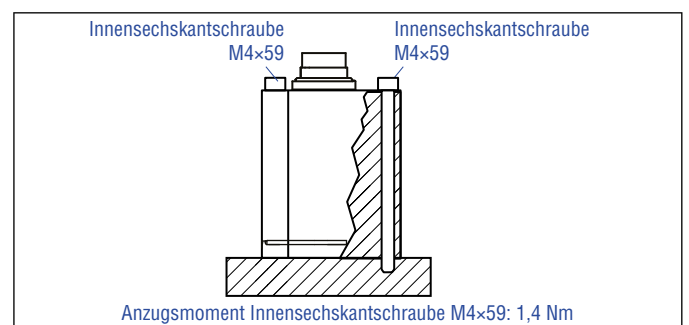

Abb. 22: Befestigung mittels Innensechskant-Schrauben M4x59
3. Montieren Sie das Sensorelektronikgehäuse über die drei Innensechskantschrauben M4x59 aus unmagnetischem Material. Anzugsmoment: 1,4 Nm (Abb. 22). Sichern Sie die Schrauben vor dem Einbau, z.B. mit Loctite 243. Entfernen Sie zuvor die drei Rändelmuttern.
2. Montieren Sie das Sensorelektronikgehäuse über drei Innensechskantschrauben M4×59 aus unmagnetischem Material an dem Sensorrohr bzw. am HFP-Profil: Anzugsmoment: 1,4 Nm (Abb. 22). Sichern Sie die Schrauben vor dem Einbau, z.B. mit Loctite 243. Entfernen Sie zuvor die drei Rändelmutter.
- Montieren Sie den Sensor über den Flansch mit den drei Innensechskantschrauben M4x59 aus unmagnetischem Material. Anzugsmoment: 1,4 Nm (Abb. 22). Entfernen Sie vor dem Anschrauben die drei Rändelmuttern.